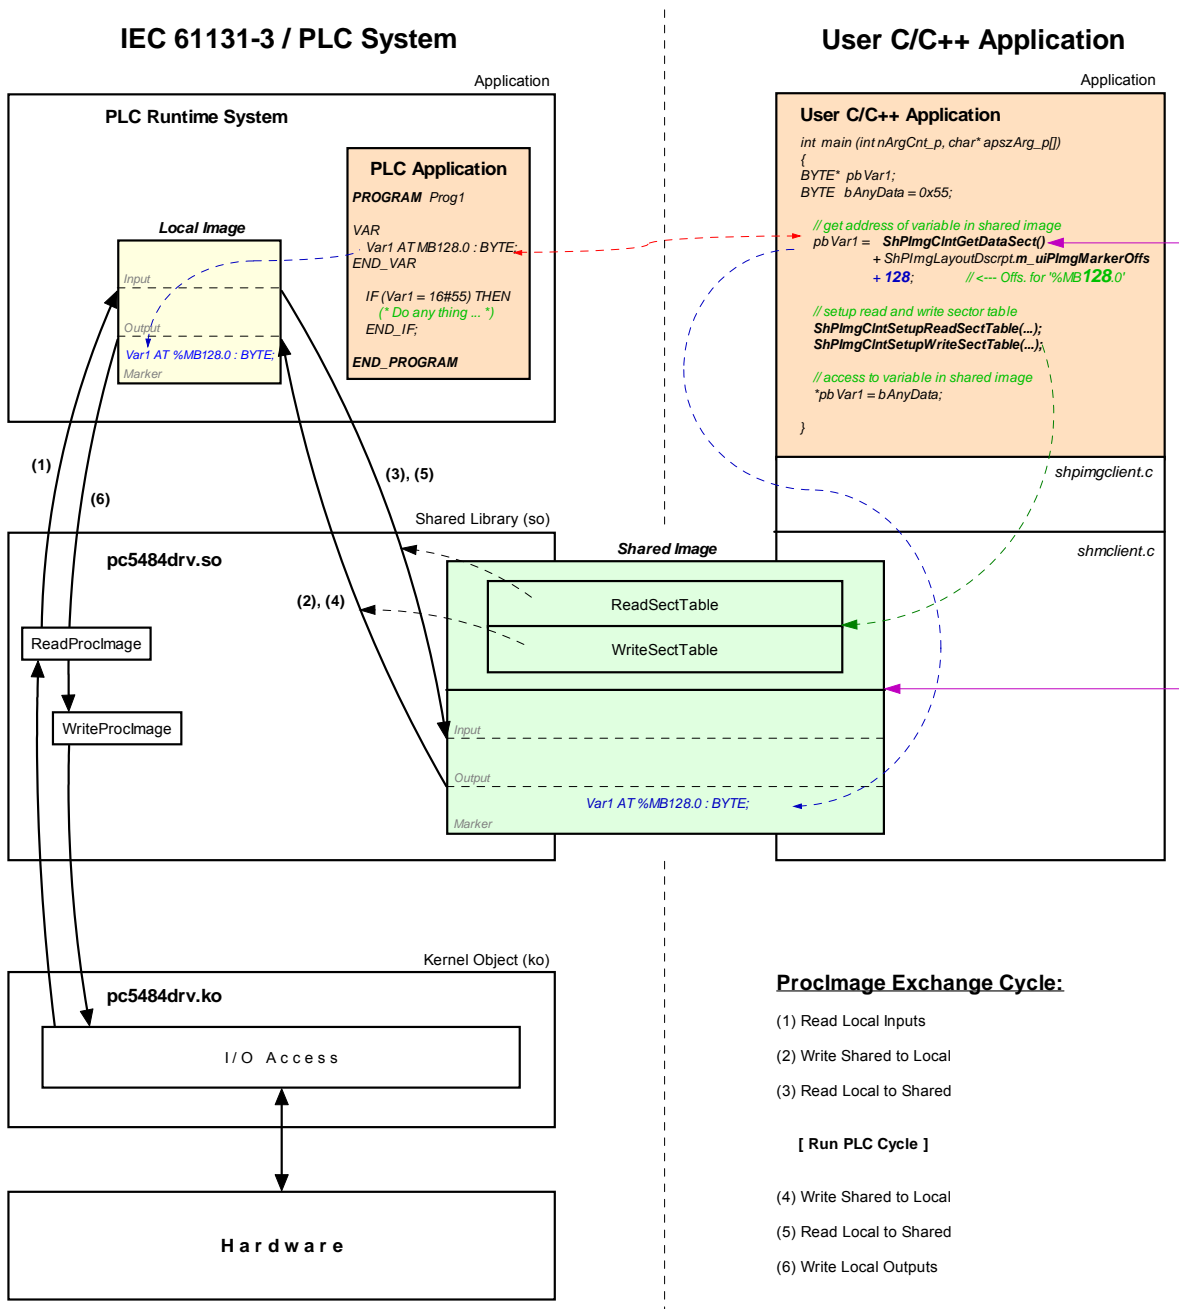

Bild 28: Übersicht Shared Prozessabbild
Für eine C/C++ Applikation sind alle Variablen über das Shared Prozessabbild nutzbar, die das SPS-Programm als direkt adressierte Variablen im Prozessabbild anlegt. Wie in Bild 28 dargestellt, werden für den Datenaustausch mit einer externen Applikation innerhalb des SPS-Laufzeitsystems zwei getrennte Prozessabbilder benutzt. Das ist notwendig, um die in der IEC 61131-3 festgelegte Forderung zu erfüllen, nach der sich das Eingangs-Prozessabbild einer SPS während der gesamten Ausführungszeit eines SPS-Programmzyklus nicht verändern darf. Das SPS-Programm operiert dabei stets mit dem internen, innerhalb des SPS-Laufzeitsystems lokal angelegten Prozessabbild ("Local Image" in Bild 28). Dieses ist durch das SPS-Laufzeitsystem gekapselt und somit vor direkten Zugriffen von außen geschützt. Die anwenderspezifische, externe C/C++ Applikation benutzt dagegen stets das Shared Prozessabbild ("Shared Image" in Bild 28). Durch die Aufspaltung in zwei getrennte Prozessabbilder wird zudem eine Entkopplung der Zugriffe zwischen SPS-Programm und externer Applikation erreicht. Eine Synchronisation der beiden parallel laufenden, unabhängigen Prozesse ist nur noch für die kurze Zeitspanne des Umkopierens der Prozessdaten notwendig.
Um den Datenaustausch mit externen Applikationen zu ermöglichen, muss die **Option "Share PLC process image"** in der SPS-Konfiguration aktiviert sein (siehe Abschnitt 7.4.1). Alternativ kann auch der Eintrag `"EnableSharing="` in der Sektion `"[Proclmg]"` innerhalb der Konfigurationsdatei `"/home/plc/plccore-5484.cfg"` direkt gesetzt werden (siehe Abschnitt 7.4.3). Die entsprechende Konfigurationseinstellung wird beim Starten der SPS-Firmware ausgewertet. Ist die Option `"Share PLC process image"` aktiviert, legt die SPS-Firmware ein zweites Prozessabbild als Shared Memory an ("Shared Image" in Bild 28), das explizit für den Datenaustausch mit externen Applikationen vorgesehen ist. Die SPS-Firmware agiert hier als Server, die externe, anwenderspezifische C/C++ Applikation übernimmt die Rolle des Clients.
Die zu lesenden und zu schreibenden Sektionen können alle Bereiche des gesamten Prozessabbildes umfassen, also sowohl Input-, Output- als auch Merkerbereich. Damit ist es für eine Client-Applikation beispielsweise auch möglich, in den Input-Bereich des SPS-Prozessabbildes zu schreiben und Daten aus dem Output-Bereich zu lesen. Die Reihenfolge der einzelnen Lese- und Schreiboperationen ist in Bild 28 dargestellt. So werden vor der Ausführung eines SPS-Programmzyklus zunächst die physikalischen Eingänge in das lokale Prozessabbild der SPS eingelesen (1), anschließend erfolgt die Übernahme der in der *WriteSectorTable* definierten Bereiche aus dem Shared Prozessabbild in das lokale Prozessabbild (2). Unter Ausnutzung dieser Reihenfolge ist es einer Client-Applikation z.B. auch möglich, den Wert eines physikalischen Eingangs zu überschreiben, was sich sowohl für Simulationszwecke ausnutzen lässt als auch zum Festsetzen von Eingangsdaten auf konstante Werte (`"Forcen"`). Analog dazu werden vor dem Schreiben des Prozessabbildes auf die physikalischen Ausgänge (6) zunächst wiederum die in der *WriteSectorTable* definierten Bereiche aus dem Shared Prozessabbild in das lokale Prozessabbild übernommen (4). Damit ist eine Client-Applikation gleichfalls in der Lage, auch die vom SPS-Programm generierten Ausgangsinformationen zu überschreiben.
Wie im Bild 28 dargestellt, benutzt eine anwenderspezifische C/C++ Applikation ausschließlich das vom *Shared Process Image Client* zur Verfügung gestellte API (Application Programming Interface). Dieses API ist im Headerfile *shpimgclient.h* deklariert und im Sourcefile *shpimgclient.c* implementiert. Es umfasst folgende Typen (teilweise auch in *shpimg.h* definiert) und Funktionen: